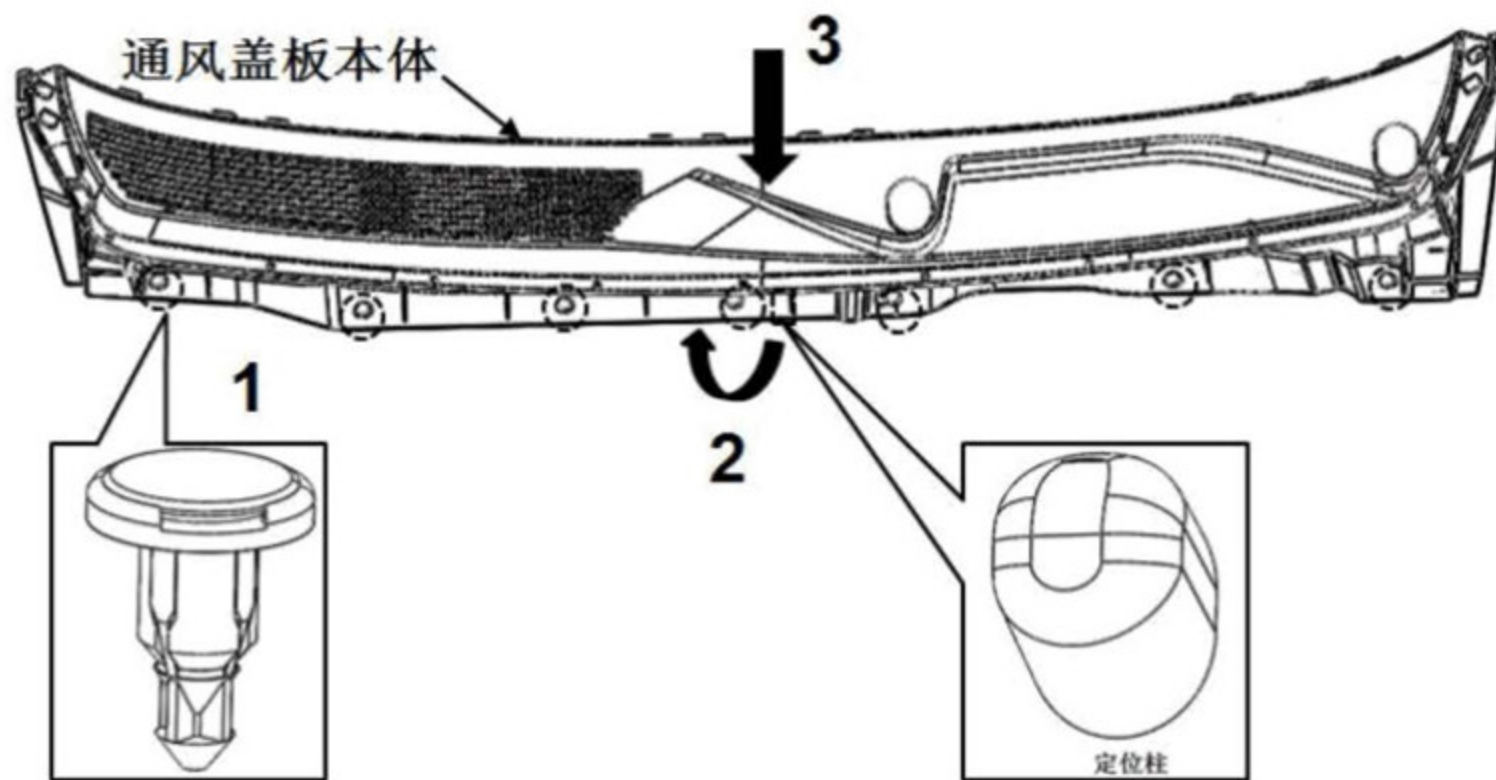

图 1.3.2 通风盖板本体的拆卸
(1) 拆除通风盖板装饰板和雨刮刮臂后，使用缠有保护胶带的一字螺丝刀撬出图 1.3.2 通风盖板本体的拆卸中的子母扣，共 7 个；
(2) 向上拉通风盖板本体翻边，是通风盖板本体定位柱脱离流水槽钣金孔；
(3) 双手分别放在通风盖板本体两侧，沿着箭头方向拉出通风盖板本体。
(4) 通风盖板本体装配顺序和拆卸顺序相反；注意事项